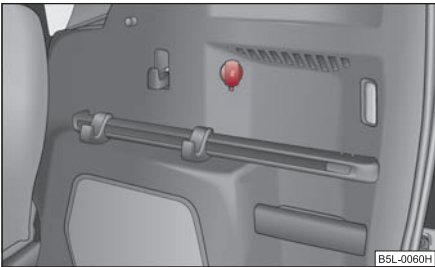

Fig. 120 Portbagajul: Priza
- Deschideți capacul prizei ⇒ fig. 120.